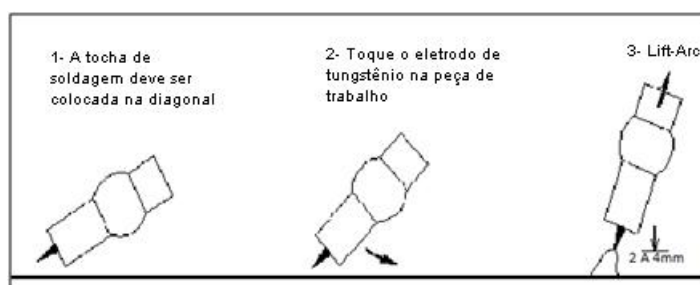

Figura 4: Método de abertura de arco com Lift Arc
Passo 1	Retirar isolação (1) que se encontra pré-cortada.
Passo 2	Colocar contato cobreado (2) sobre o cabo de solda. Neste passo é importante o Isolador de borracha (5) já estar previamente colocado sobre o cabo de solda.
Passo 3	Posicionar o Conector Engate Rápido Macho (3) sobre o contato cobreado (2) e logo apertar o parafuso de fixação (4) com uma chave allen.
Passo 4	Empurrar o isolador de borracha (5) sobre o Conector Engate Rápido Macho (3) isolando por completo o conector macho. Neste passo é importante observar a posição correta de montagem, indicada na figura 4.